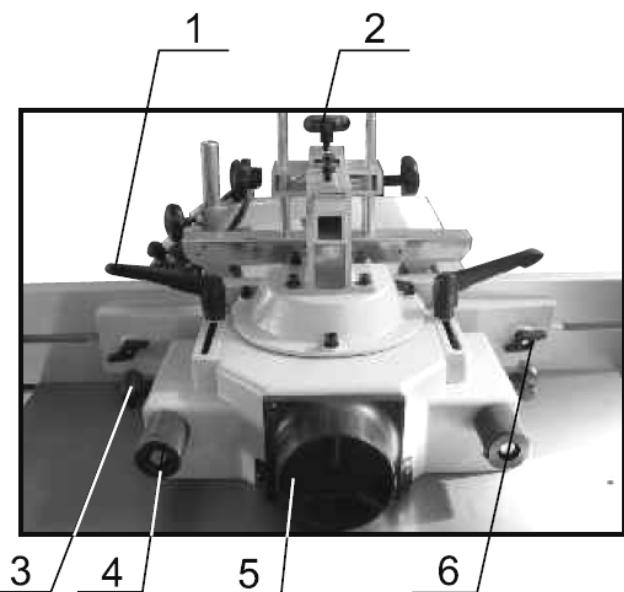

Рисунок 18.
Наладка защитного кожуха необходима для установки величины снимаемого слоя с обрабатываемого материала и производится после установки фрезы на шпиндель станка (См. рис. 18.).
- Рисунок 18.